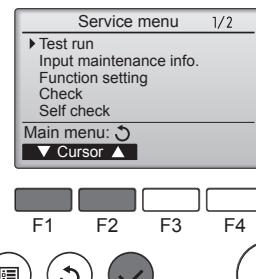

Fig. 8-1
- Dans le Menu SAV, sélectionnez "Test run" (Test fonctions) puis appuyez sur la touche [CHOIX]. (Fig. 8-1)